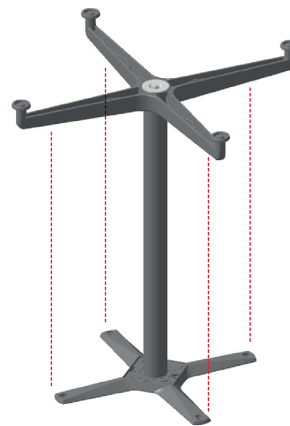

FIGURA 4
Avvitare i 4 piedini regolabili (P) nelle apposite sedi presenti nella base a croce (Y). Inserire la base sul tubo Ø 50mm (T). Inserire centralmente la rondella sagomata (Q) e la rosetta con dentatura (C) sulla barra filettata (B). Allineare le gambe della base ai rami della struttura a croce (figura 4). A seguire avvitare e fissare il dado M10 (A).
Atornillar las 4 patas regulables (P) en los alojamientos apropiados de la base transversal (Y). Introducir la base en el tubo Ø 50 mm (T). Introducir la arandela perfilada centralmente (Q) y la arandela dentada (C) en la barra roscada (B). Alinear las patas de la base con los brazos de la estructura (figura 4). Luego atornillar y fijar la tuerca M10 (A).